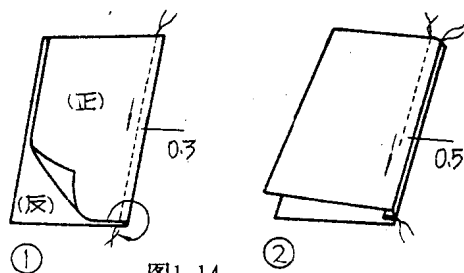

图1-14
- (1)将衣片正面朝上,缝头互相搭合。
- (2)沿所留缝头缉缝合线。
4、来去缝 见图1-14